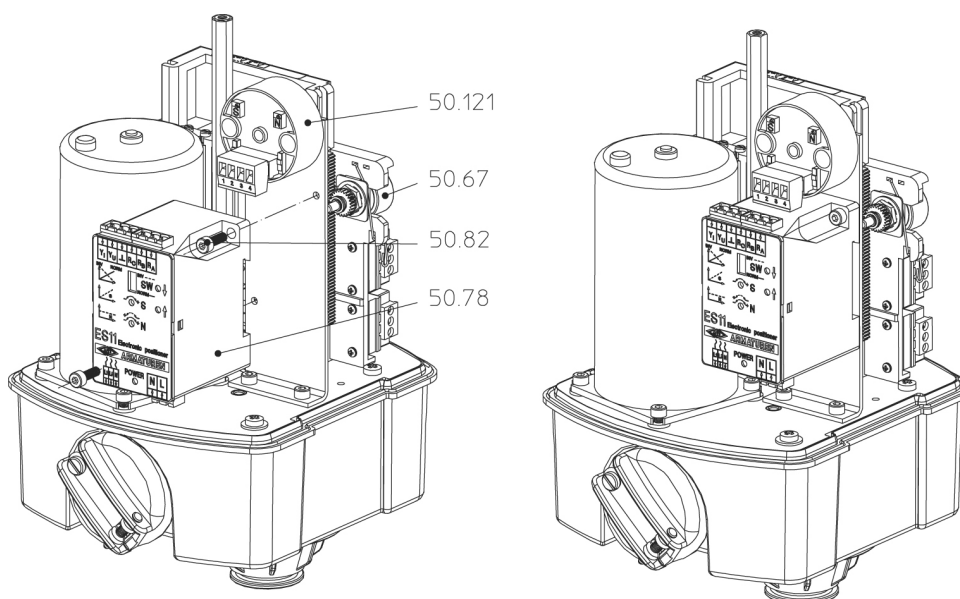

Рис. 28: Одновременная установка RI32 / ES11 в ARI-PREMIO 2,2-5 кН
- Смонтируйте RI32 и ES11 с помощью крепежного комплекта в соответствии с Рис. 28.